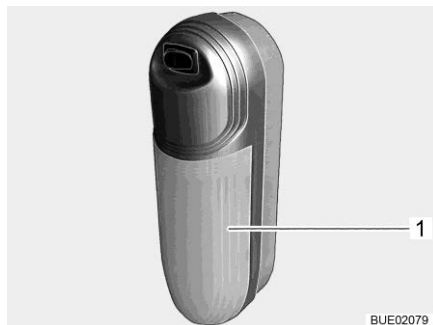

Fig. 297 Lampada a parete
- Sfilare la copertura trasparente (Fig. 297,1) dall'interruttore e rimuoverla.